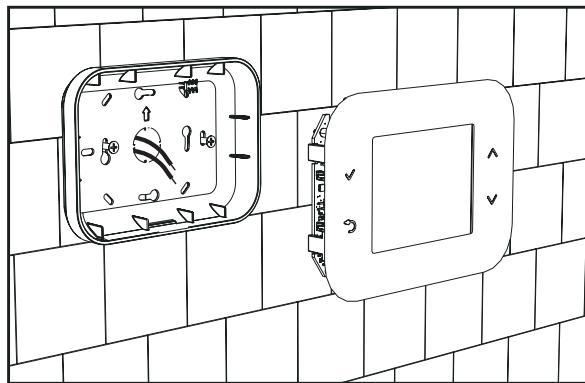

fig. 7
2. Fije el panel trasero directamente a la pared o a las cajas de derivación de 2 o 3 módulos mediante los tornillos suministrados, haciéndolos pasar por los correspondientes orificios; preste atención en pasar los cables por la ranura como se indica en fig. 7.